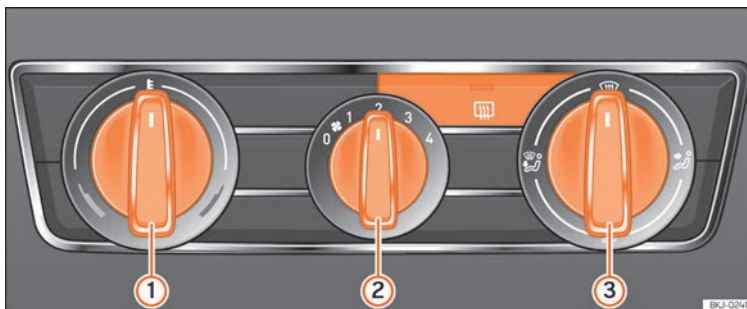

Abb. 169 Bedienelemente der Heizung in der Instrumententafel.
- Drehen Sie den Temperaturregler » Abb. 169 ① nach links.
- Drehen Sie den Gebläseschalter ② auf eine der Gebläsestufen 1-4.
- Lenken Sie den Luftstrom mit dem Luftverteiler ③ in die gewünschte Richtung.
- Drehen Sie den Temperaturregler » Abb. 169 ① nach rechts, bis die gewünschte Heizleistung erreicht ist.
- Drehen Sie den Temperaturregler » Abb. 169 ① ganz nach rechts auf die höchste Heizleistung.
- Drehen Sie den Gebläseschalter ② auf Stufe 4.
- Drehen Sie den Luftverteiler ③ auf .
- Drehen Sie den Temperaturregler » Abb. 169 ① in den Heizbereich.
- Drehen Sie den Gebläseschalter ② auf eine der Gebläsestufen 2-3.